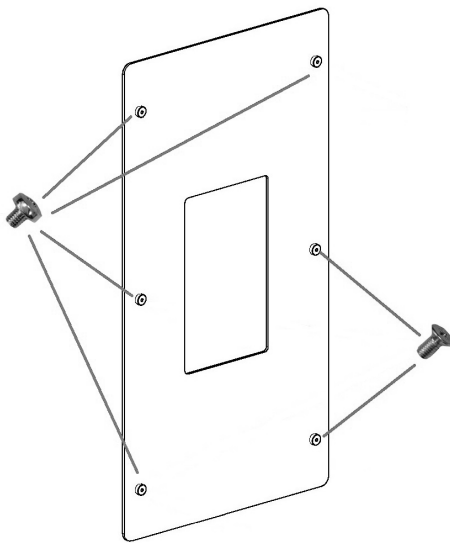

Fig. 40 - Apriete los tornillos
- Pliegue con el dedo hacia fuera, las lengüetas superiores que se encuentran en los perfiles negros (ver **Fig. 40**).